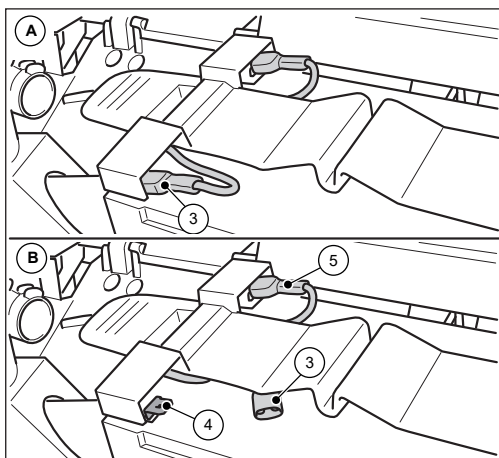

Bild 24: Dra ur batteriets anslutningskabel
3. Koppla loss den blåa batterianslutningskabeln (3) från kontakten (4) på batteriet.
- » Se till att den blåa batterianslutningskabeln (3) inte påverkas av yttre påverkan, t.ex. rörelse av anordningen kan skapa en oönskad kontakt med införsfliken (4) (se fig. 24, figur B).
- » Den röda batterianslutningskabeln (5) förblir ansluten.
4. Stäng huven (2) och lås den med flikarna (1).